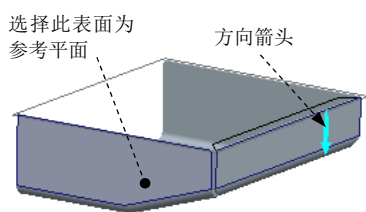
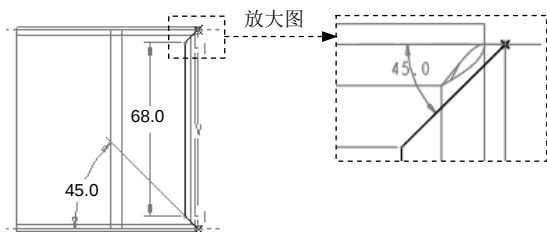

图 11.12.25 定义草绘方向
图 11.12.26 截面草图
(3) 定义钣金壁的形状。
- ① 在操控板中选择 **用户定义** 选项，在  后的文本框中输入角度值 90.0。
- ② 在操控板中单击 **形状** 选项卡，在系统弹出的界面中单击 **草绘...** 按钮，系统弹出“草绘”对话框，确认图 11.12.25 所示的箭头方向为草绘方向（如方向不一致，可单击对话框中的 **反向** 按钮切换箭头方向），然后选取图 11.12.25 所示的模型表面为参考平面，方向为 **底部**；单击 **草绘** 按钮，绘制图 11.12.26 所示的截面草图（图形不能封闭）。
(4) 定义折弯半径。单击角度文本框后面的  按钮；确认  按钮被按下，并在其后的文本框中输入折弯半径值 1，折弯半径所在侧为 .
(5) 在操控板中单击  按钮，完成平整特征 2 的创建。